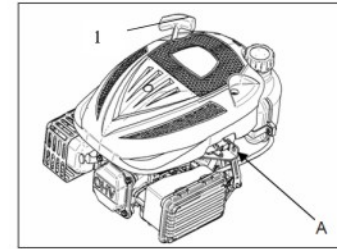

Fig.3 A. Trou de câble
Ne laissez pas la poignée du démarreur (1) se rapprocher du moteur. Retournez-le doucement pour éviter d'endommager le démarreur. (Fig.3)